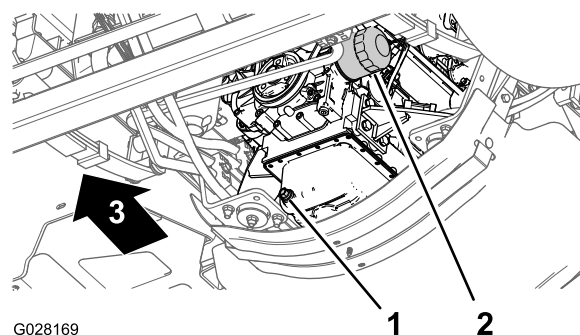

Рисунок 51
3. Поместите сливной поддон под масляный фильтр двигателя (Рисунок 51).
4. Снимите старый масляный фильтр (Рисунок 51).
- Установите масляный фильтр на переходник фильтра и поворачивайте его по часовой стрелке, пока резиновая прокладка не войдет в контакт с переходником фильтра, после чего затяните фильтр, повернув его еще на 1/2 оборота (Рисунок 51).
- Установите сливной поддон емкостью не менее 5,6 л под пробку сливного отверстия (Рисунок 51).
- Снимите пробку сливного отверстия (Рисунок 51) и дайте маслу полностью стечь.